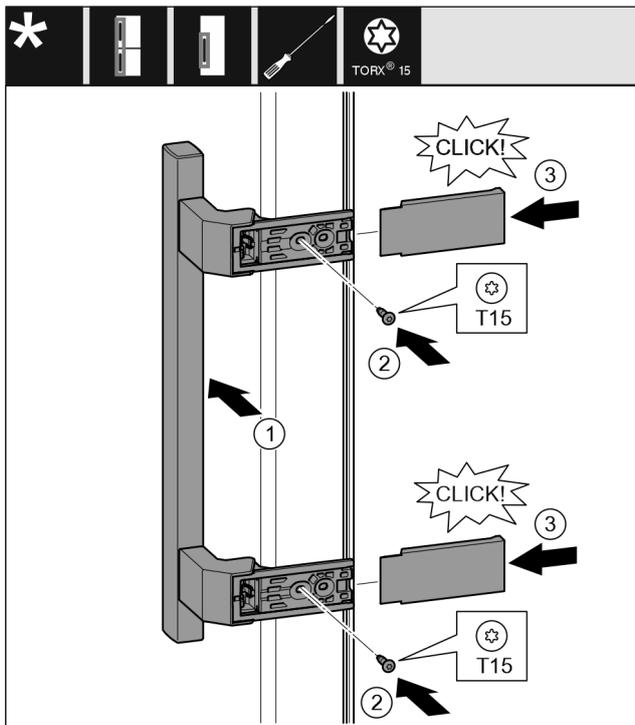

Fig. 15
- ▶ Placer la poignée du côté opposé. Fig. 15 (1)
- ▶ Serrer les vis au moyen d'un tournevis T15. Fig. 15 (2)
- ▶ Placer les recouvrements latéralement et les faire glisser. Fig. 15 (3)